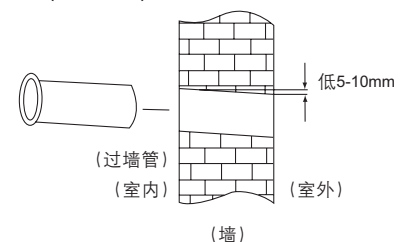

图 11
1. 需要在墙上适当的位置打一个直径约为 65mm 的孔。打孔前进行检查以确保打孔部位正后方没有管道或钢筋。避免在有电线或导管的地方打孔。墙洞应向外朝下稍微倾斜。(见图 11)